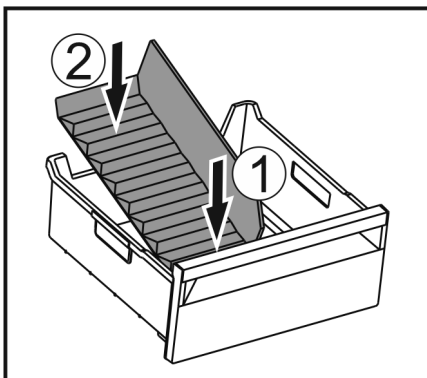

Fig. 165
- ▶ Voorste deel van de ijsvak-scheider plaatsen. Fig. 165 (1)
- ▶ Achterste deel van de ijsvak-scheider tot de bodem van de lade laten zakken. Fig. 165 (2)